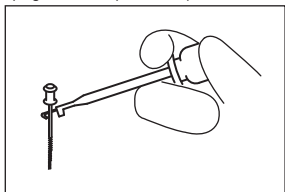

Fig. 5
- 1) Agganciare lo strumento inserito nel canale radicolare con la clip dello strumento. Agganciare la parte superiore (vicino al manico) della parte metallica dello strumento. (Fig. 5)